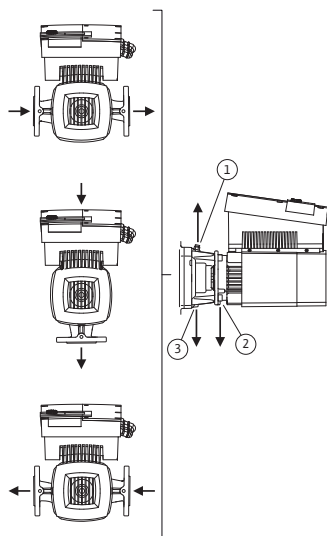

Fig. 23: Poziții de montare admise la arborele motor dispus orizontal
Pozițiile de montare admise la arborele motor dispus orizontal și la modulul electronic orientat în sus (0°) sunt reprezentate în Fig. 23. Nu sunt ilustrate pozițiile de montare admise la modulul electronic montat în lateral ($\pm 90^\circ$). Este permisă orice poziție de montare cu excepția celei în care „modulul electronic este orientat în jos” (-180°). Dezaerarea pompei este garantată numai atunci când ventilul de dezaerisire este orientat în sus (Fig. 23, poz. 1). Numai în această poziție (0°), condensul rezultat poate fi evacuat orientat, prin găurile existente, piesa intermediară a pompei (Fig. 23, poz. 3), precum și prin motor (Fig. 23, poz. 2). Pentru aceasta se scot dopurile de la flanșa motorului (Fig. 7, poz. 7a).
- Dacă arborele motorului este montat orizontal, poziția orificiului de condens trebuie să fie obligatoriu în jos (Fig. 23, poz. 2). La nevoie, motorul trebuie rotit corespunzător.